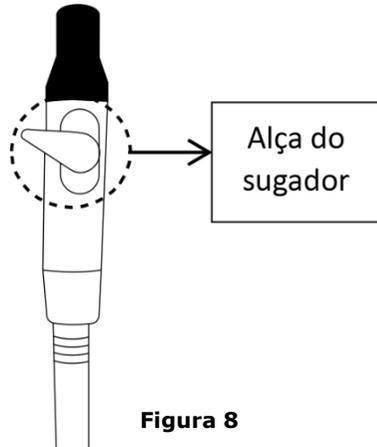

Figura 8
- Realize a regulagem de sucção movimentando a **alça do sugador** para cima ou para baixo, conforme Figura 8.